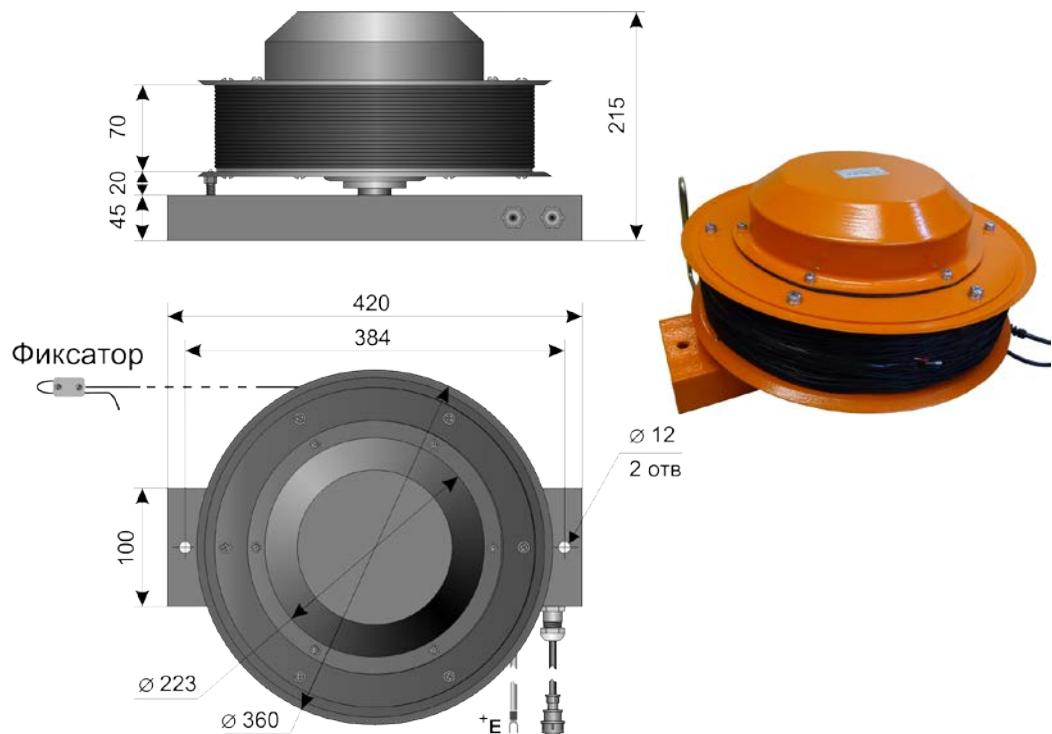

Рис.6
6.6. Датчик длины стрелы, рис.6, работает по принципу преобразования длины сматываемого шнуря в электрический сигнал и состоит из барабана с тросом, пружинного двигателя, редуктора преобразующего длину сматываемого с барабана шнуря в угол вращения и потенциометра, преобразующего вращение в электрический сигнал.